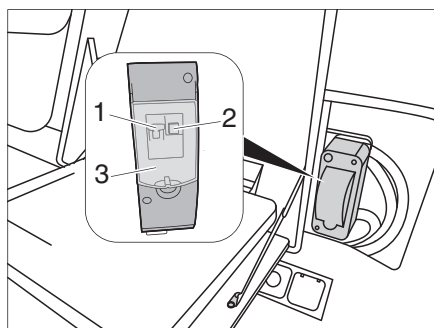

Figure 40 Disjoncteur automatique de 230 V
Le courant de bord de 230 Volts (raccordement extérieur) est équipé d'un disjoncteur (Figure 40). Celui-ci sert surtout à la protection des câbles. La boîte à fusibles se trouve à l'arrière, à droite du compartiment de la cuisinière, derrière un volet. Le disjoncteur se déclenche en cas de court-circuit et de surcharge dans le réseau de ligne.
- Ouvrir le volet de protection (Figure 40,3).
Le raccordement 230 V est protégé par un disjoncteur automatique bipolaire (Figure 40,1).
- ▷ Le disjoncteur différentiel (Figure 40,2) 230 Volt doit être actionné une fois par an pour éviter que le mécanisme ne « colle » et que la durée de déclenchement ne soit prolongée.